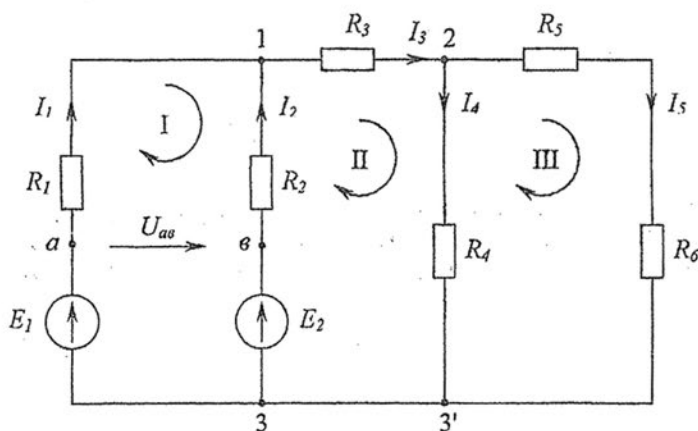

Рис. 2
Различают понятия геометрического и потенциального узлов. Геометрические узлы 3 и 3' (рис. 2), имеющие одинаковые потенциалы, являются одним потенциальным узлом. На схеме рис. 2 четыре геометрических и три потенциальных узла.
Например, для узла 2 (рис. 2)
5. Произвольно выбираются направления обхода контуров, например, по ходу часовой стрелки (рис. 2).
Рассмотрим этот порядок расчета для схемы (рис. 2).
Например, для определения напряжения $U_{ас}$ (рис. 2) можно написать уравнения двумя способами: